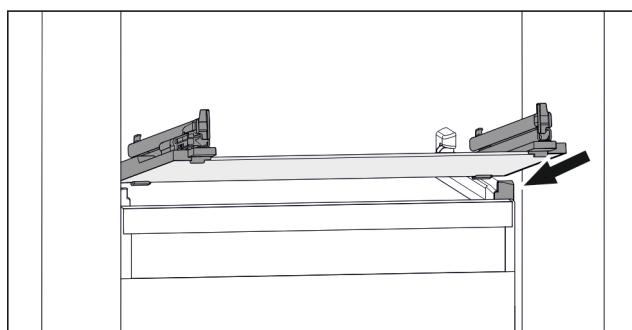

Fig. 112 Reprezentare exemplificativă a plăcii de sticlă
- Așezați placa de sticlă oblic în spatele opritoarelor. (vezi Fig. 112)